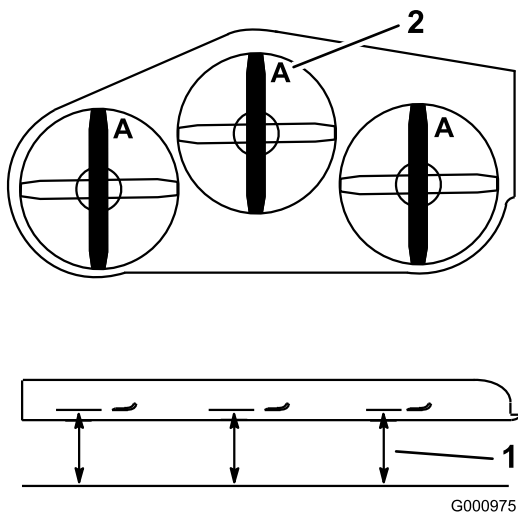

Figure 98
4. Mesurez au point **A** et entre la surface plane et le bord coupant des pointes des lames (Figure 98)